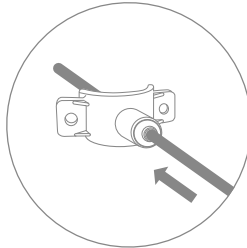

Рис. 13
18. Проденьте красную пластиковую трубку через штуцер хомута, чтобы она вышла с внутренней стороны хомута на 7-10 мм (рис. 13).